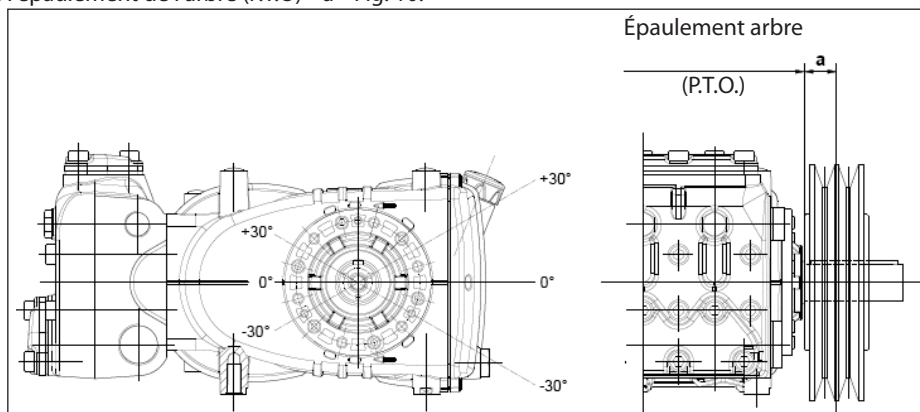

Fig. 10
La charge radiale sur l'arbre ne doit pas être supérieure à 7500 N (valeur nécessaire pour la définition du plan). La transmission est considérée appropriée si une telle charge est appliquée à une distance maximum de $a=40$ mm de l'épaulement de l'arbre (P.T.O) comme l'indique la Fig. 10.
- b) Utiliser des courroies à haut rendement - par exemple **XPB** au lieu de **SPB** - car il sera nécessaire d'avoir une quantité inférieure de courroies égales à la puissance transmise et par conséquent une distance inférieure de la résultante par rapport à l'épaulement de l'arbre (P.T.O) « a » Fig. 10.